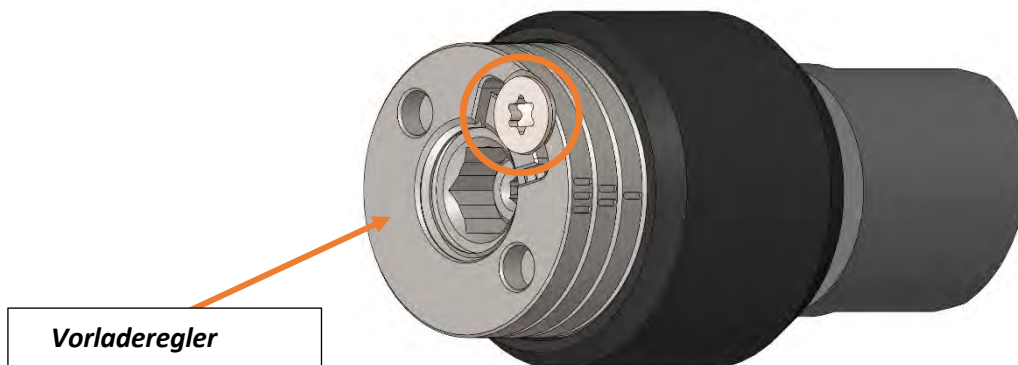

Abbildung 28
3. Lösen Sie die Schraube oben am Knopf, die in Abbildung 28 durch einen orangefarbenen Kreis gekennzeichnet ist, mit dem TORX-Schraubendreher, während Sie den Schieber mit dem Zirkelschlüssel festhalten. **(Entfernen Sie die Schraube nicht).**